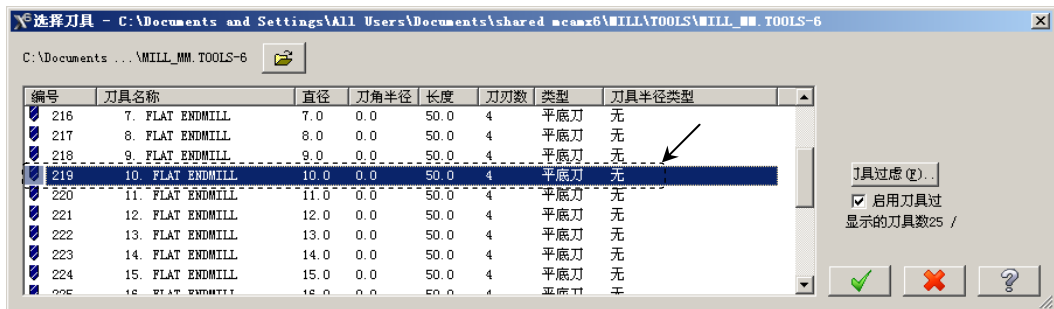

图 5.25 “选择刀具”对话框
Step4. 选择刀具。在“曲面精加工浅平面”对话框中，单击 **选择刀库...** 按钮，系统弹出“选择刀具”对话框，在该对话框中的列表框中选择图 5.25 所示的刀具。单击 **✓** 按钮，关闭“选择刀具”对话框，系统返回至“曲面精加工浅平面”对话框。